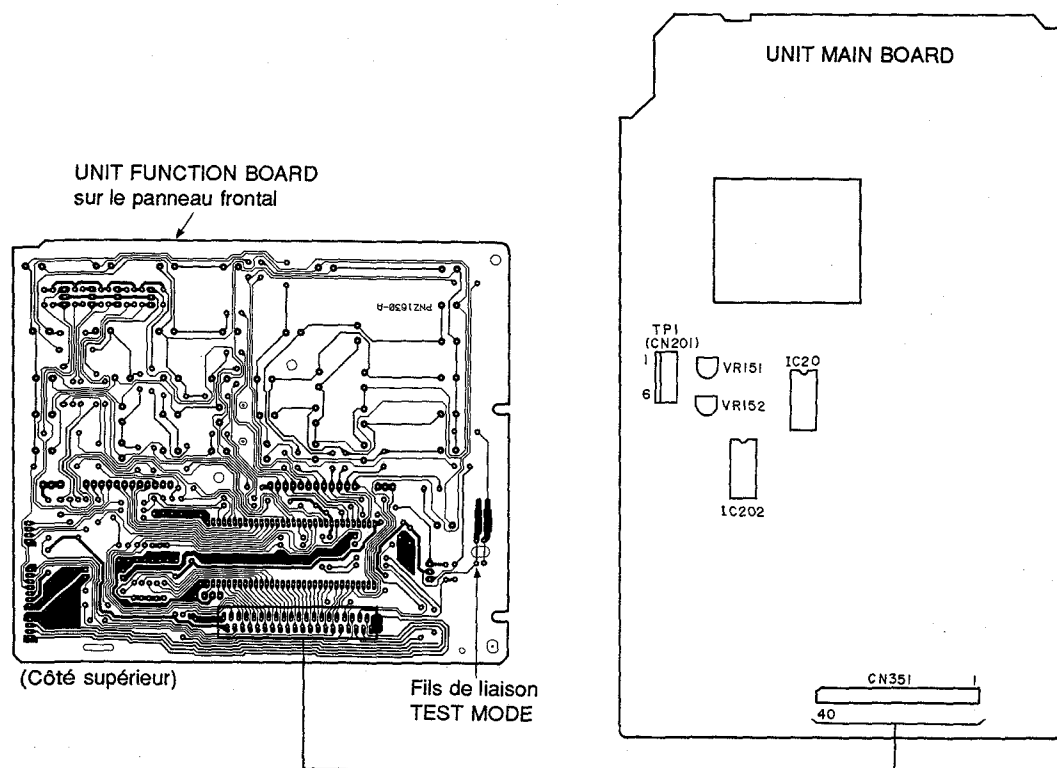

Figure 1 Emplacement des réglages
12. Enlever le CN206 pour verrouiller le moteur DISC SELECT. (Pour l'emplacement du CN206, voir Figure 1, page 51.)
2. Court-circuiter les fils de liaison du mode d'essai. (Voir Figure 1.)